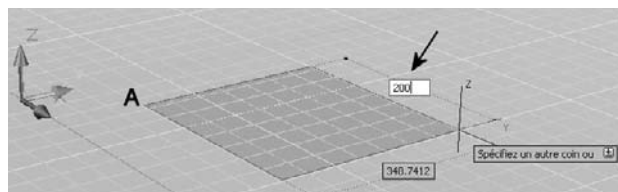

Fig.17.4
- 7 Entrez la longueur en tapant la dimension. Exemple : 200 (fig.17.4).